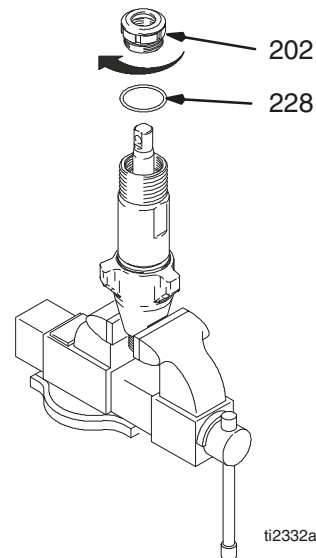

Fig. 20
Fig. 20. Spænd forseglingen og pakningsomløberen (202) ned mod halsjusteringsstykket (228) med et moment på 15,8 ± 1,1 N·m (140 ± 10 tomme-pund) (11,3 ± 1,1 N·m (100 ± 10 tomme-pund) for model 244197, 244224, 244201, 245904).